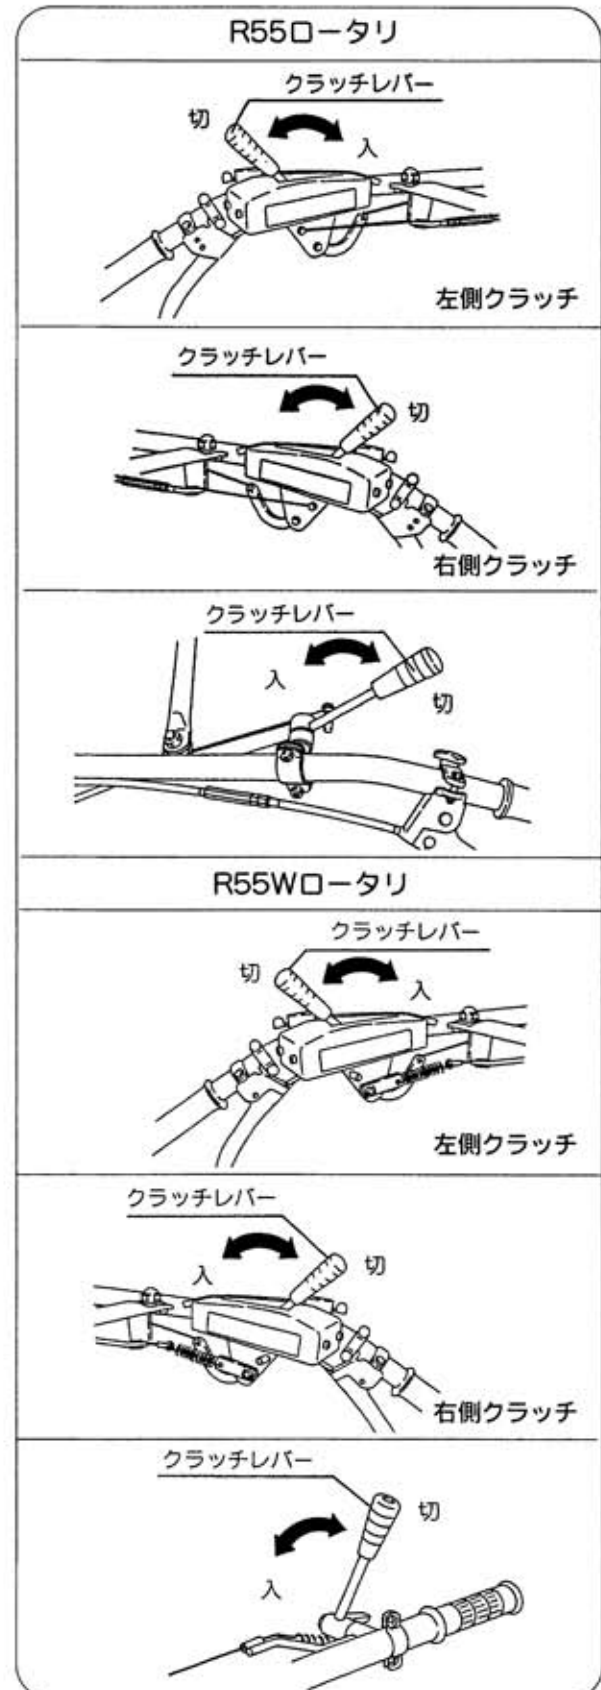

図30
- ① ロータリのクラッチレバーを「入」位置にします。(図30)